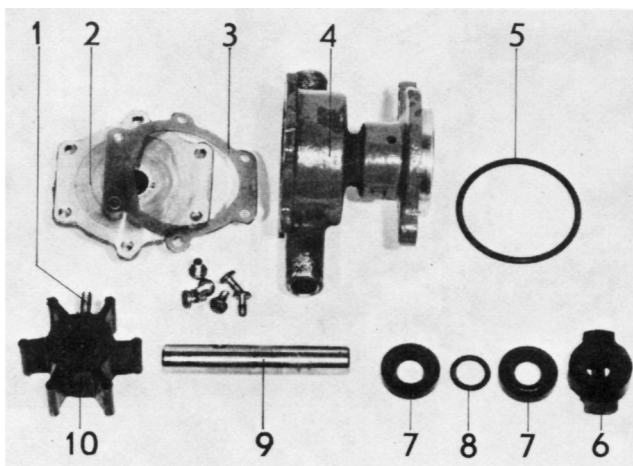

Figure 51. Pompe à eau de mer
Faire attention aux entrées d'eau éventuelles dans le moteur. Avec deux tournevis, sortez l'arbre et la turbine du corps de pompe jusqu'à ce qu'il soit possible de dévisser la vis (1, figure 51) de fixation de la turbine.
1. Démontez la pompe à eau de mer. Faire attention aux entrées éventuelles d'eau dans le moteur. Démontez la commande (6, figure 51).